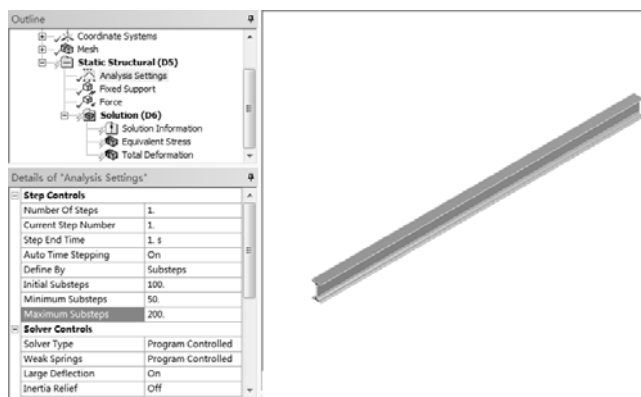

图 9-44 分析设置
2) 双击【Project Schematic (项目管理区)】中项目 D 中 D4 栏的【Model】项，进入 Mechanical 界面。在【Analysis Settings】详细设置窗口中设置大变形和自动时间步长，如图 9-44 所示。